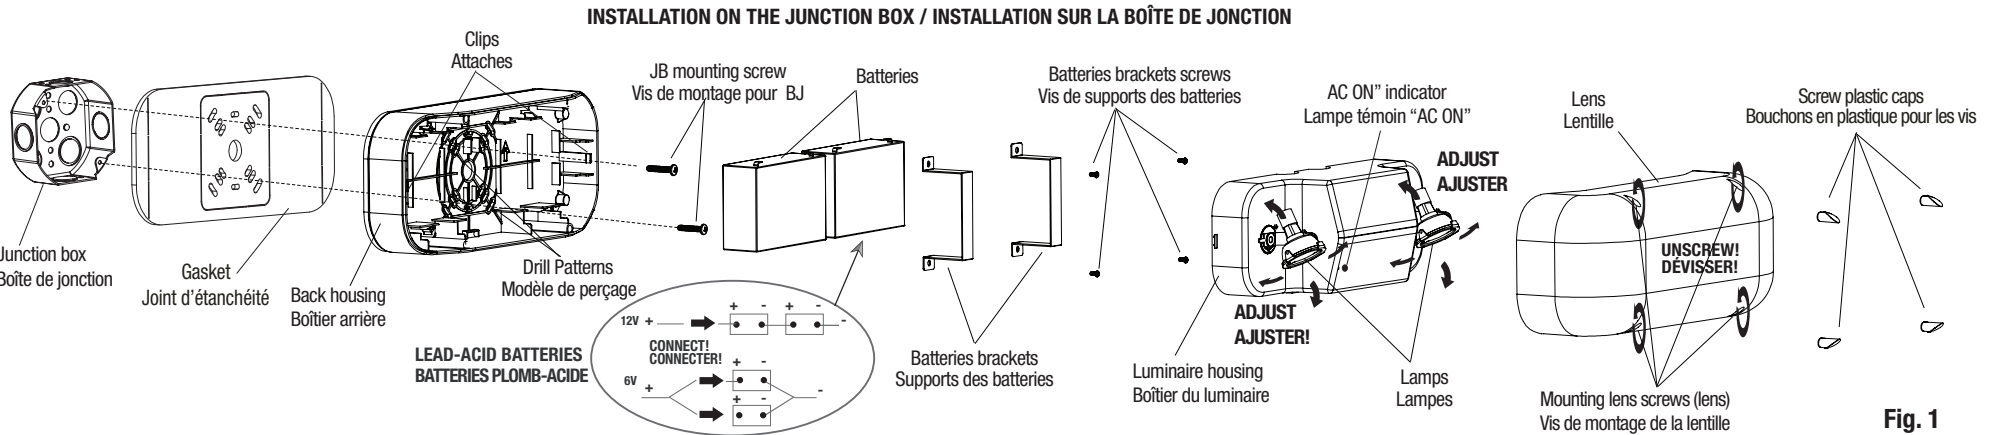

Fig. 1
3. Remove the lens, the luminaire housing and the batteries (detach the two brackets by unscrewing the four screws (use screwdriver PH2X))(see Fig. 1).
- 4.a For installation on the junction box only (Fig.1), drill the appropriate holes following the designated drill pattern in the back housing. Paste properly the gasket on the back of the unit and route wires through the central hole.
- 6.a For installation on the junction box only (Fig.1), use the two screws to mount the back housing to the surface over the recessed junction box. Tighten the screws enough to compress the gasket to ensure a good sealed joint. (use screwdriver PH2X).
3. Enlever la lentille, le boîtier du luminaire et les batteries (détacher les supports de fixation en dévissant les 4 vis (utiliser le tournevis PHx2) (voir la Fig. 1).
- 4.a. Pour l'installation sur une boîte de jonction seulement (Fig. 1), percer les trous appropriés en suivant le modèle de perçage désigné dans le boîtier arrière. Coller correctement le joint d'étanchéité à l'arrière de l'unité et passer les fils électriques par l'orifice central.
- color) of the battery (see Fig. 1 detail).